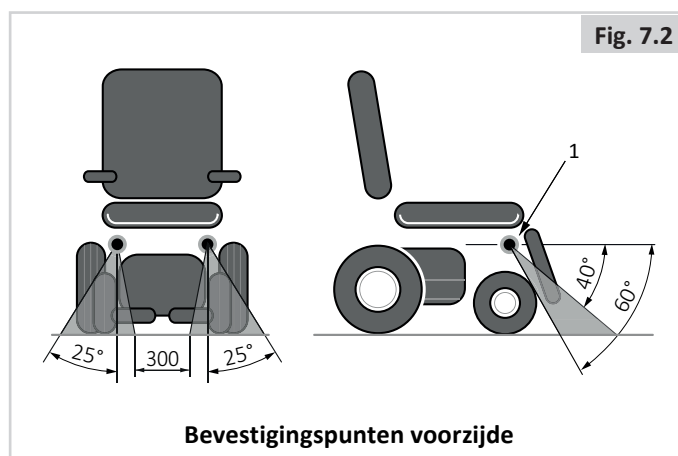

Fig. 7.2
- Het wordt aanbevolen een 4-puntsbevestigingssysteem te gebruiken (2 aan de voorzijde, 2 aan de achterzijde - Fig. 7.2 & 7.3) dat is geclassificeerd voor het totale gewicht van de rolstoel inclusief opties (hoog belastbaar systeem) dat voldoet aan: ISO 10542-1 (internationaal).
Aanbevolen hoeken voor bevestigingsbanden (Fig. 7.2 - 7.3).